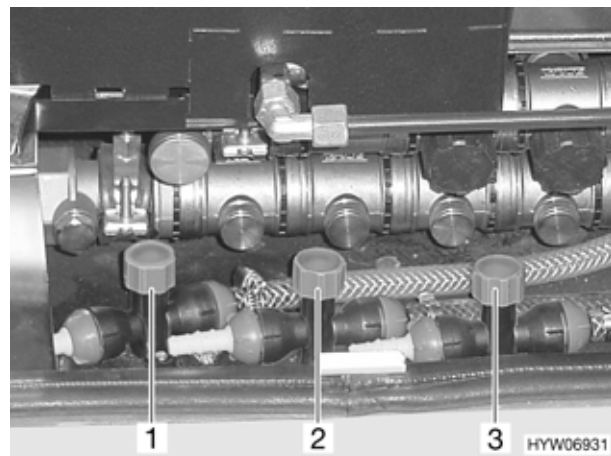

Fig. 94 Rubinetti di scarico
- Chiudere i rubinetti di scarico: girare in senso orario i cappelletti delle valvole (Fig. 94,1, 2 e 3). L'ubicazione dei rubinetti di scarico è riportata nella tabella delle "Posizione dei rubinetti di scarico" alla fine del presente capitolo.
- Girare in senso antiorario i cappelletti delle valvole (Fig. 94,1,2 e 3).